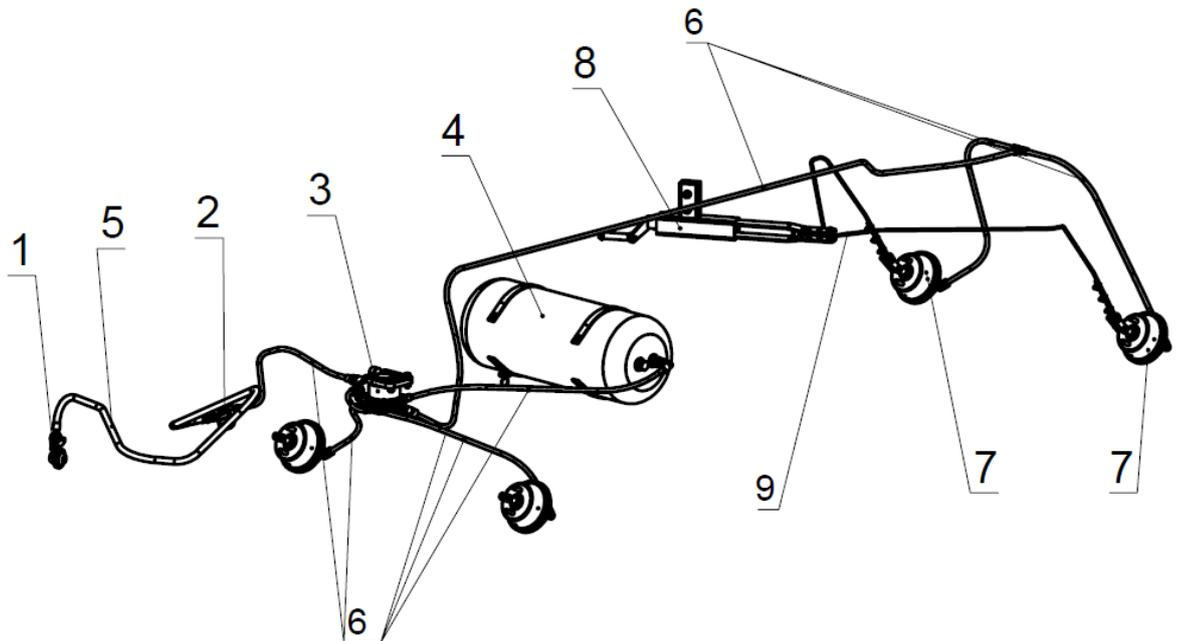

Рисунок 3 Тормозная система прицепа
2.6 Тормозная система прицепа (рисунок 3) предназначена для затормаживания прицепа и состоит из рабочего и стояночного тормоза. Привод рабочего